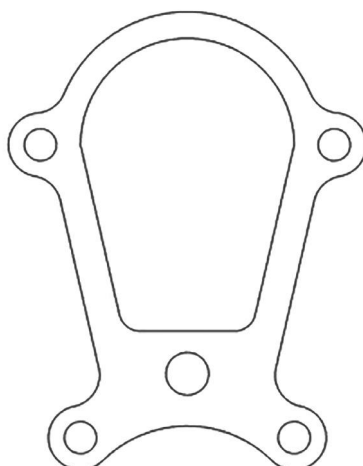

图 1-2-20 密封圈
(18) 单击“确定”按钮退出三维曲线绘制状态, 完成的密封圈图形的绘制, 结果如图 1-2-20 所示。